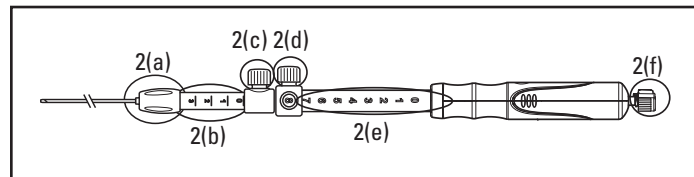

Figura 2.
2. Confermare che l'ago sia completamente represso e che il blocco di regolazione dell'ago (Figura 2(d)) sia saldamente in posizione zero (Figura 2(e)).
3. Determinare la lunghezza appropriata della guaina in base alla lunghezza dell'ecoendoscopio. Usare il blocco di regolazione della guaina (Figura 2(c)) per impostare la lunghezza desiderata della guaina e bloccarla in posizione. Ruotare il blocco di regolazione della guaina in senso orario per bloccarla in posizione. L'estremità distale della guaina deve essere visibile nell'immagine endoscopica.
Nota: i numeri e i segni di riferimento sull'indicatore di regolazione della guaina (Figura 2(b)) sono da intendersi esclusivamente come riferimenti.
6. Continuare a far avanzare il dispositivo fino a quando sarà fuoriuscito dall'ecoendoscopio e la guaina sarà visibile nell'immagine ecoendoscopica. Serrare l'attacco luer (Figura 2(a)) girando in senso orario per collegare il dispositivo alla porta del canale operativo dell'ecoendoscopio.
Nota: se è necessario regolare la lunghezza della guaina, allentare il blocco di regolazione della guaina (Figura 2(c)) e riposizionarlo sul punto di riferimento corretto.
8. Regolare la profondità di penetrazione dell'ago nella posizione desiderata utilizzando il blocco di regolazione dell'ago (Figura 2(d)). Per controllare la profondità di penetrazione dell'ago nel sito target, allentare il blocco di regolazione dell'ago girando la manopola in senso antiorario. Allineare il blocco di regolazione dell'ago con il numero di riferimento adeguato sull'impugnatura del dispositivo. Bloccarlo in posizione ruotando il blocco di regolazione dell'ago in senso orario.
Nota: i numeri e i segni di riferimento sull'indicatore di profondità dell'ago (Figura 2(e)) sono da intendersi esclusivamente come riferimenti. I numeri di riferimento rappresentano l'estensione dell'ago (in centimetri) quando il dispositivo si trova in posizione dritta.
10. Rimuovere lo specillo (Figura 2(f)) dalla porta di aspirazione del dispositivo allentandolo delicatamente e tirandolo dall'impugnatura del dispositivo.
Nota: lo specillo può essere avvolto e fissato utilizzando il meccanismo a clip presente sul cappuccio dello specillo (Figura 2(f)). Lo specillo può essere conservato per ulteriori passaggi dell'ago durante la stessa procedura.
2. Collegare la siringa in dotazione alla porta di aspirazione (Figura 2(f)) sull'impugnatura del dispositivo.